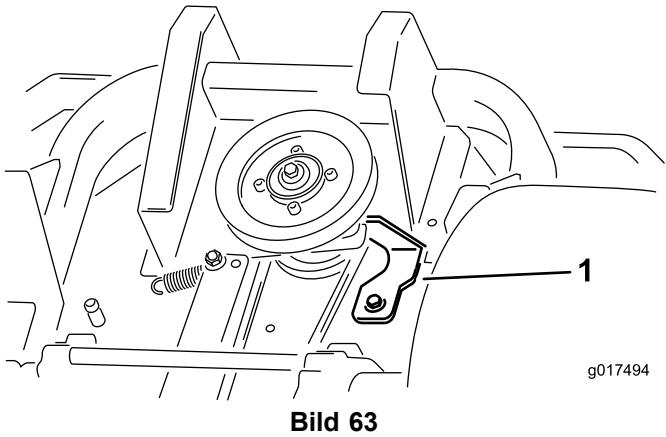

Bild 63
9. Befestigen Sie den Kupplungsanschlag, wie in Bild 63 dargestellt.
5. Entfernen Sie den Kupplungsanschlag, wie in Bild 63 dargestellt.